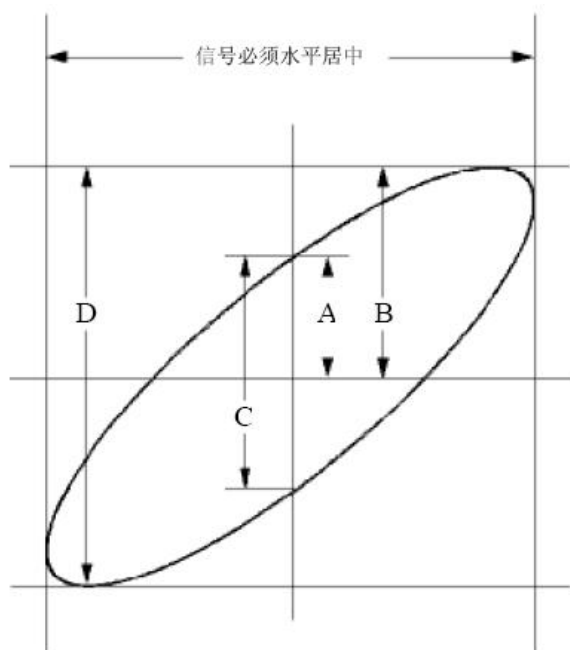

图 9-6: 李沙育 (Lissajous) 图形
- (1) 将探头菜单衰减系数设定为 **10X**，并将探头上的开关设定为 **10X**（参见P13的“如何进行探头衰减系数设定”）。
- (2) 将通道1的探头连接至网络的输入，将通道2的探头连接至网络的输出。
- (3) 按下 **自动设置** 按键，示波器把两个通道的信号打开并显示在屏幕中。
- (4) 调整 **垂直档位** 旋钮使两路信号显示的幅度大约相等。
- (5) 按 **显示** 面板按键，调出显示设置菜单。
- (6) 在下方菜单中选择 **XY模式**，在右侧菜单中选择 **使能** 为 **开启**，示波器将以李沙育（Lissajous）图形模式显示网络的输入输出特征。
- (7) 调整 **垂直档位**、**垂直位移** 旋钮使波形达到最佳效果。
(8) 应用椭圆示波图形法观测并计算出相位差。见图 9-6。